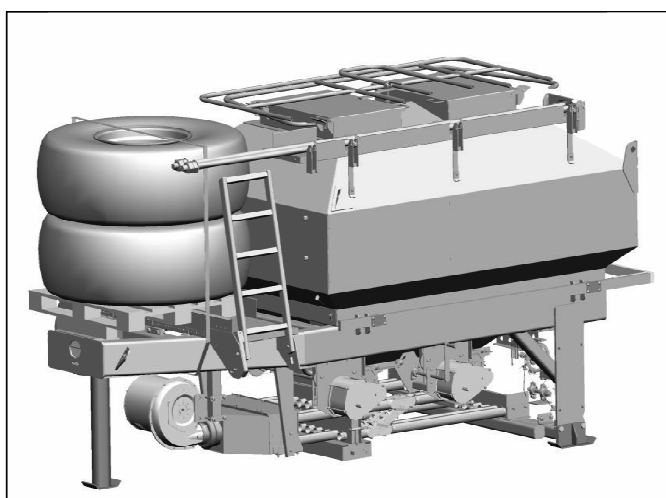

Рисунок 5.1
5.1.2 Перед началом эксплуатации бункера провести его расконсервацию, путём удаления смазки с наружных законсервированных поверхностей, протирая их ветошью, смоченной растворителями нефрас-С50/170 ГОСТ 8505-80. Затем просушить или протереть ветошью насухо. Снять с бункера припакованные узлы и детали, комплект ЗИП (см. рисунок 5.1).